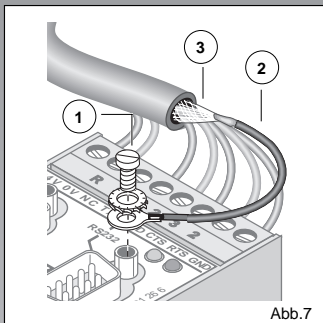

Abb.7
• Schraubklemme (COMBICON) (Abb. 7)
Verbinden Sie das freie Ende des Anschlußkabels ② mit dem Schirm des Datenkabels ③ elektrisch (z.B. löten, klemmen) gemäß Abbildung 7.